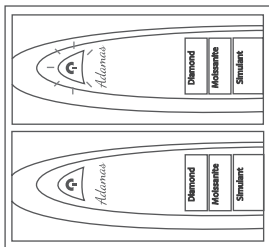

Fig. 1.10
3. 按下开关按钮，打开该检测仪。一旦“准备就绪”灯停止闪烁，检测仪可进入校准态，如图 1.10 所示。该过程可能需要 25 秒钟。如25秒钟后“准备就绪”灯光继续闪，则该探头位置可能不正确。请重复1和2的步骤。